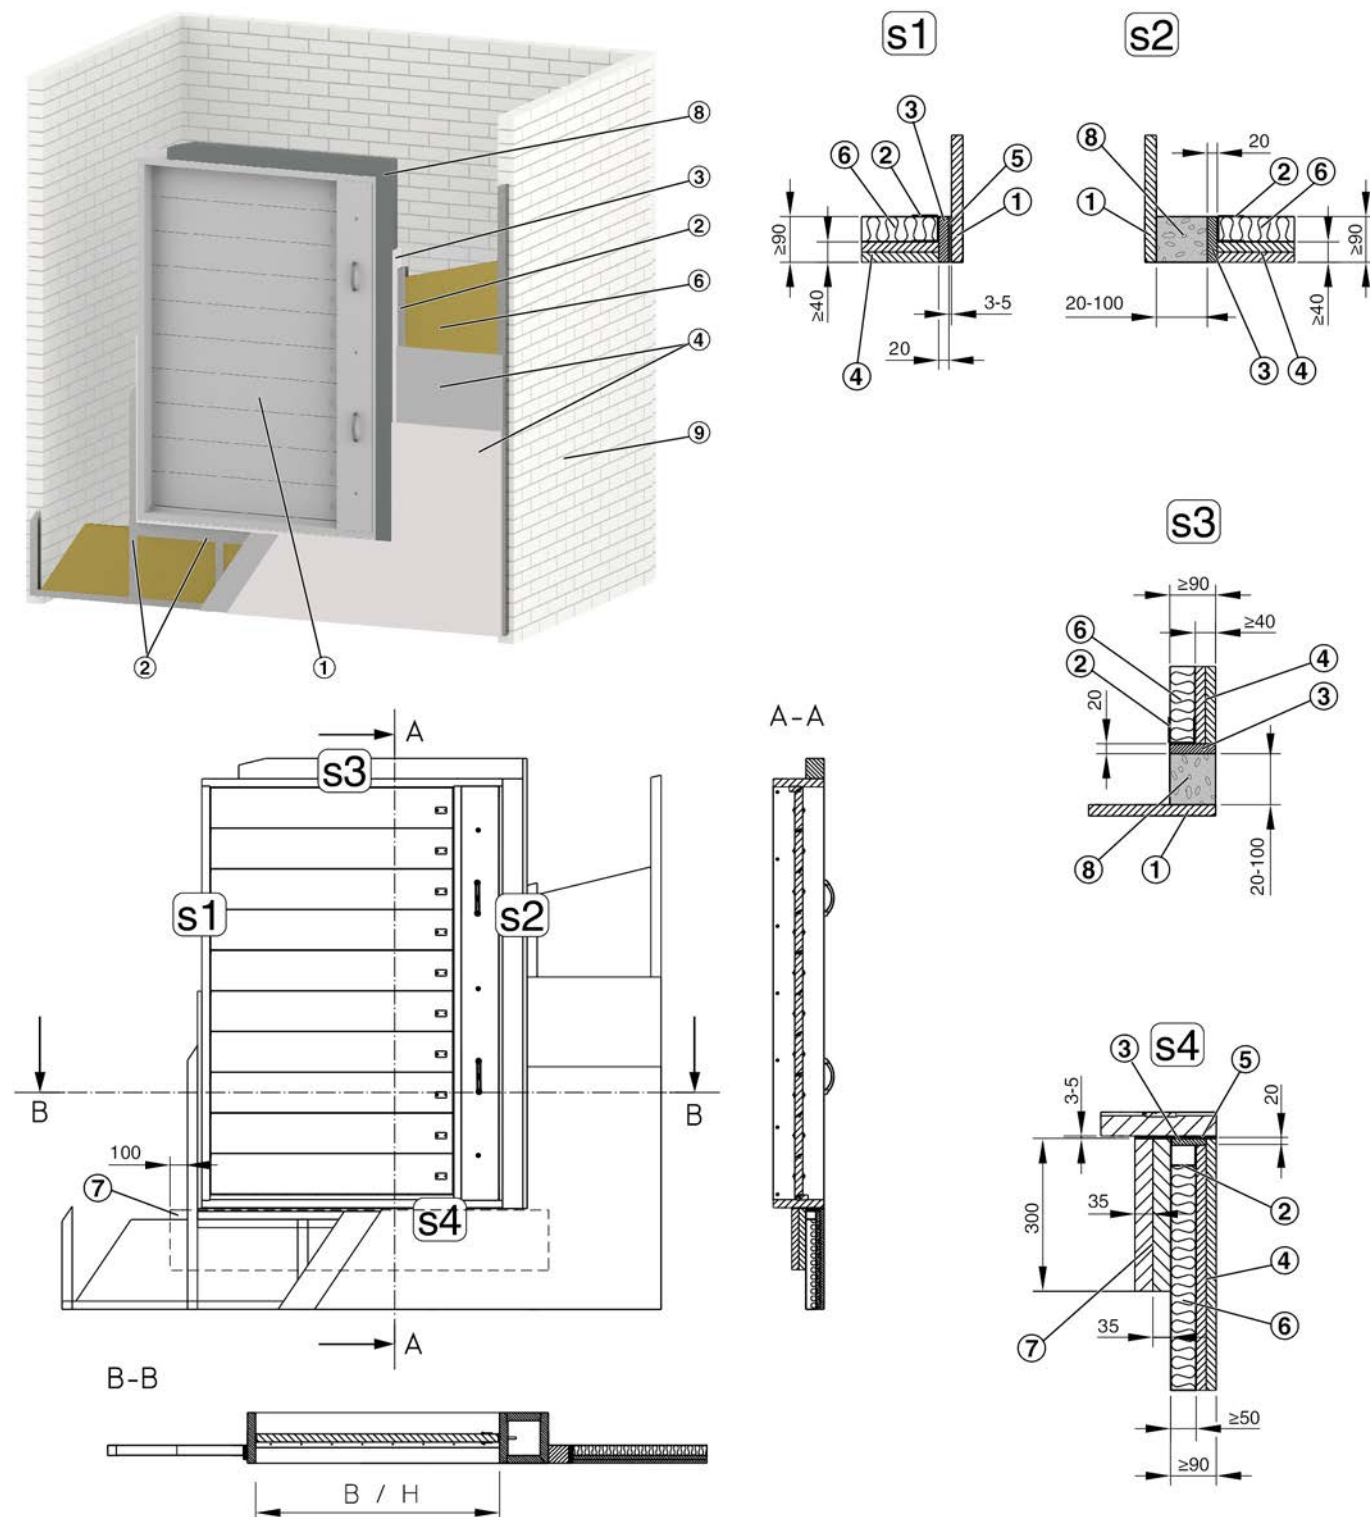

Fig. 26: Installazione in parete cava leggera
- ▶ Creare pannelli di rivestimento (Fig. 26 /3).
- ▶ Creare un bordo di rinforzo (Fig. 26 /7):